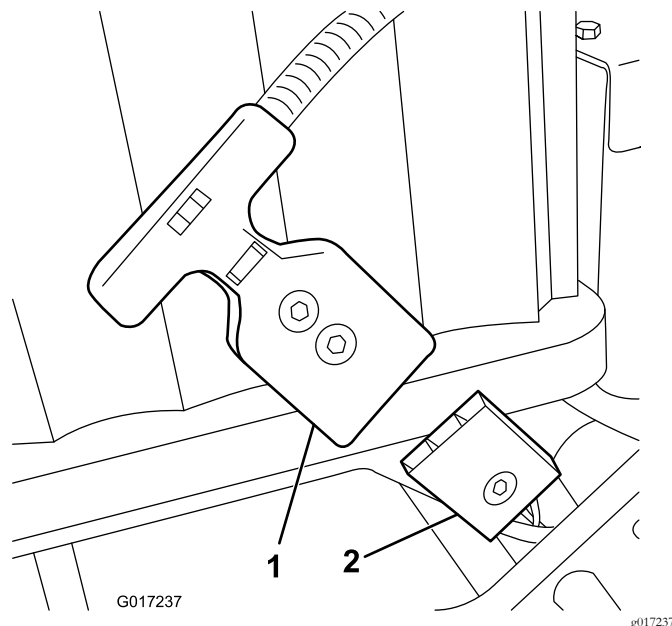

Bild 17
Hinweis: Wenn Sie beim Einbau der Batteriepackung den Batteriepackungsanschluss nicht mit dem Kabelbaumstecker der Maschine verbinden können, können Sie den Kabelbaum an der Batteriepackung anschließen und dann die Batteriepackung einbauen. Ziehen Sie den Netzstecker (Bild 17) vom Batterieunterteil ab. Befestigen Sie den Anschluss
16. Schließen Sie den T-Holmanschluss vom Hauptkabelbaum am Netzstecker am Batterieunterteil an (Bild 17).